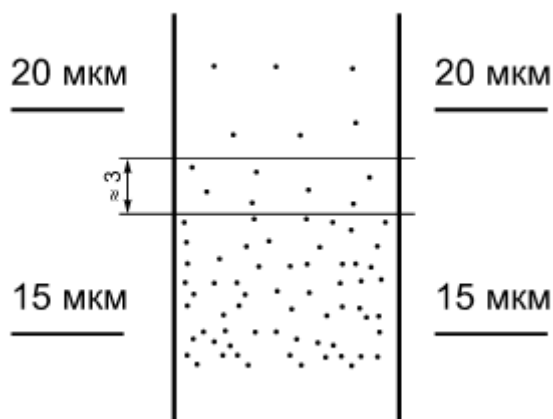

Рисунок 2.1 – Графическое изображение оценки результатов (частицы); результат – 18 мкм
6. Определить показание шкалы прибора, соответствующее этой границе. Границу видимых частиц и агломератов определяют по положению верхнего края полосы шириной 2 - 3 мм, на которой видны от 5 до 10 частиц и агломератов (рис. 2.1). Отдельные частицы и агломераты, расположенные вне границы основного количества этих частиц, не учитываются.